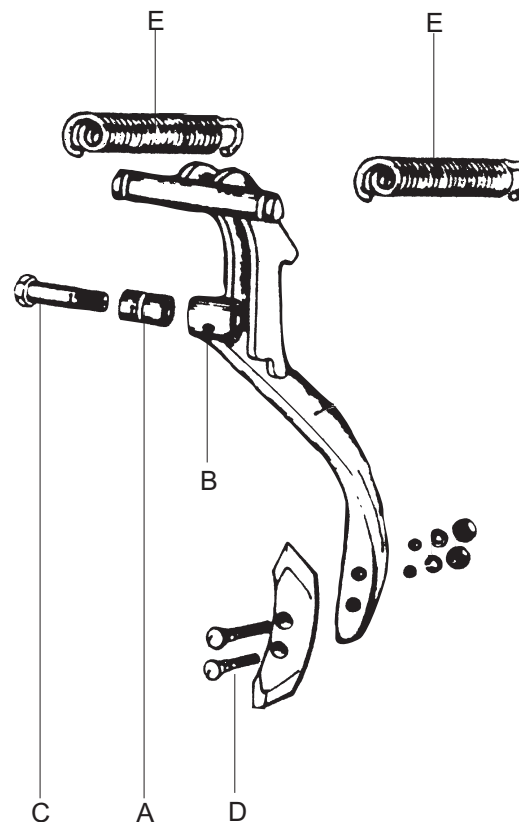

Fig. 4
8.2 - BAGUES - (Fig. 4-A) - Des écrous desserrés ou une lubrification négligée peut endommager les bagues et les vis de fixation, aussi leur remplacement est nécessaire. Procédez de la façon suivante : dégagez les ressorts (en faisant de même que pour le réglage de la tension des ressorts); remplacez les bagues par de nouvelles bagues. Après le montage, lubrifiez l'ensemble. Les bagues GALUCHO sont traitées aussi, elles sont de longue durée.
RESSORTS (Fig 4-E) - Leur remplacement s'opère conformément au réglage de la tension des ressorts.